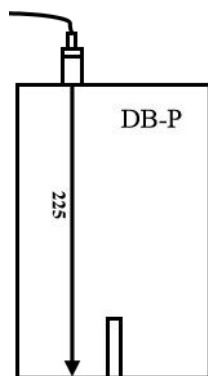

图 4.1 直探头自动校准时探头放置区域
①将直探头放置于 DB-P 试块的上表面待测区域（如图 4.1 所示），通过微调探头位置，获得较稳定的回波，按住并保持不动，直至自动调校完成。